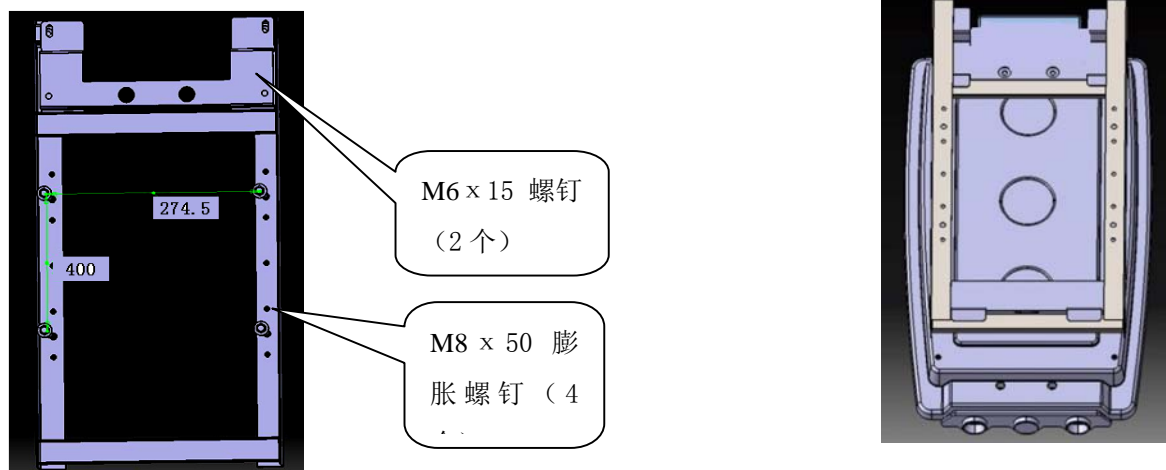

图41安装支架安装图
1).使用 4 个 M8 × 50 膨胀螺栓固定安装支架，如图 41；
- 使用使用 4 个 M8 × 50 膨胀螺栓固定控制箱，如图 41 所示；